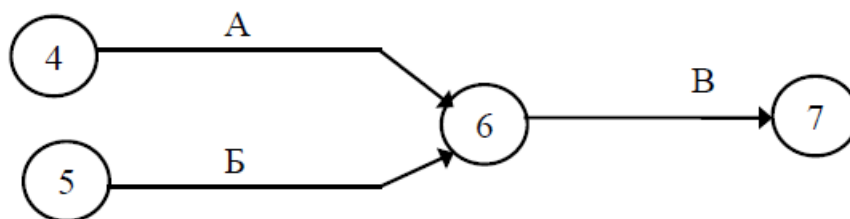

Рисунок 12 – Правило построения стрелочной диаграммы 4
4. Если результат работ А и Б необходим для выполнения работы В (рис.12):